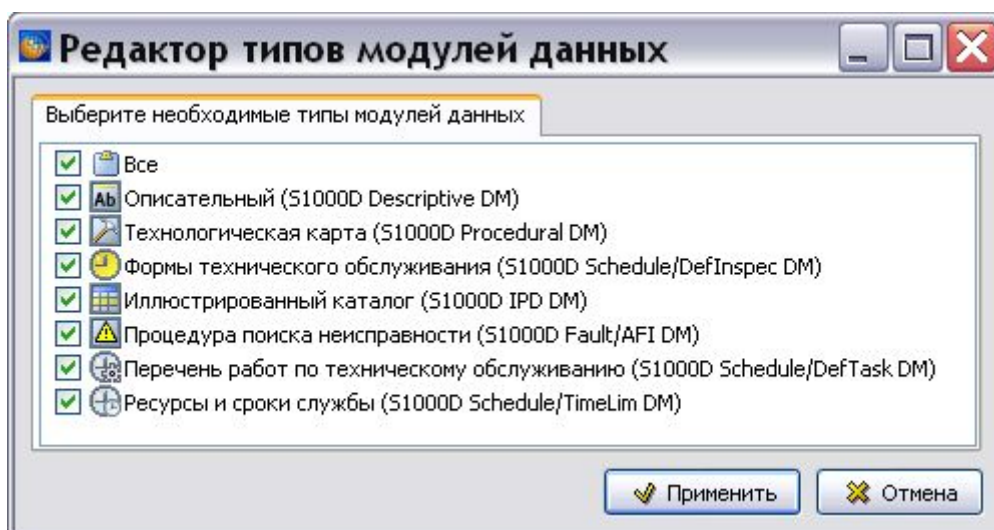

Рис. 8.15
- **По типу модуля данных.** Для выбора определенных типов МД для отчета включите радиокнопку у параметра **Выбранные типы** и нажмите на кнопку  справа от иконок МД. В окне **Редактор типов модулей данных** укажите требуемые для отчета типы МД и нажмите на кнопку **Применить** (Рис. 8.15).